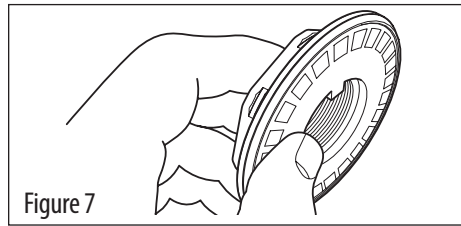

Figure 7
1. Placez la rondelle plate à l'arrière de l'écrou d'axe (voir figure 7).